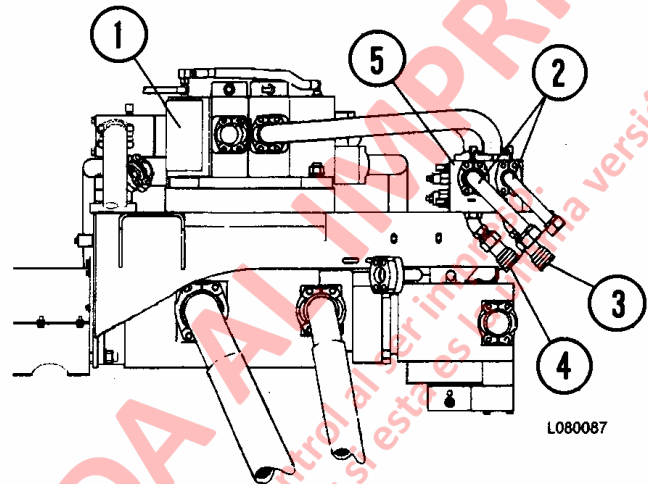

FIGURA 30-1. MÓDULO DE LA BOMBA, CONEXIÓN DE LA MANGUERA
En el siguiente ejemplo, la Figura 30-1 ilustra una conexión típica desde el camión en buenas condiciones. El camión con problemas puede ser otro modelo 930E o un modelo Komatsu diferente.
1. Con el camión en buenas condiciones estacionado lo más cerca posible del camión con problemas, conecte una manguera desde la desconexión rápida de **encendido** (4, Figura 30-1) al circuito de **apagado** del camión con problemas. La manguera debe tener la capacidad nominal para resistir una presión de 2500 psi (17 MPa) o superior.
NOTA: Si ambos camiones son modelo 930E, las mangueras se instalarán en las desconexiones rápidas que se muestran en la Figura 30-1 y se cruzarán al conectarse.
- b. Saque la tapa de la válvula de alivio de la válvula piloto de elevación (2, Figura 30-1) ubicada en el gabinete de componentes hidráulicos detrás de la cabina. Mientras cuenta el número de vueltas, gire lentamente el tornillo de ajuste de la válvula de alivio hacia la derecha hasta que llegue al fondo. Repita el Paso 2.